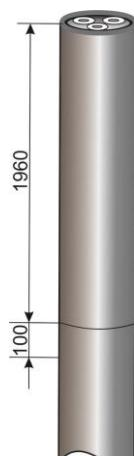

Рис.1
1. Распрямить конец кабеля на длине не менее 2050мм. На расстоянии 1960мм от конца кабеля выполнить кольцевой надрез на оболочке кабеля. Зачистить оболочку наждачной бумагой на длине не менее 100мм(Рис.1).